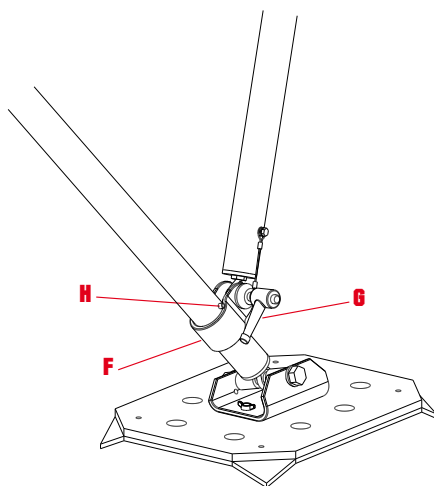

Abb. 6
- e) Die Manschetten (F) gegen den elastischen Stift (H) positionieren und dann mit dem Klemmhebel (G) fixieren - (Abb. 6).
- Grizzly keinerlei mechanische Verformungen erlitten hat, keine Risse und Korrosionsspuren aufweist und dass er sich frei in den Gelenken (E) dreht,
- die Manschetten (F) sich in der richtigen Position (Abb. 6) mit dem Klemmhebel (G) fixiert sind.